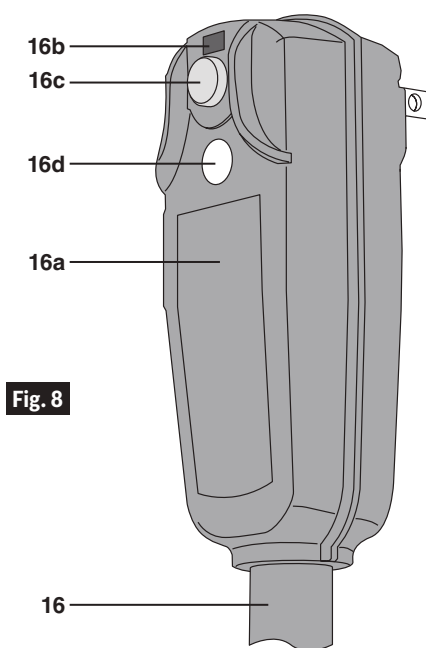

Fig. 8
1. Branchez le disjoncteur du circuit de fuite à la terre **16a** dans une prise de courant. Vous devriez voir « rouge » à travers la fenêtre d'indication **16b** (Fig. 8).
2. Appuyez sur le bouton « TEST » **16d**. « rouge » devrait disparaître de la fenêtre d'indication (Fig. 8).
3. Appuyez sur le bouton « RESET » (Réinitialiser) **16c** et relâchez-le ensuite. « rouge » devrait réapparaître dans la fenêtre d'indication (Fig. 8).